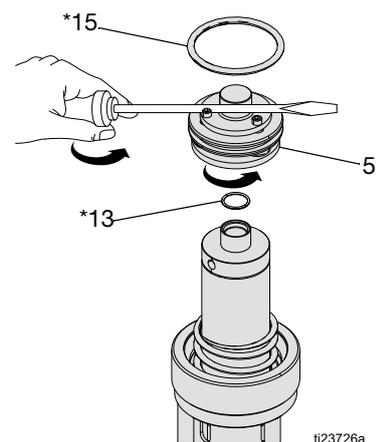

FIG. 12 : Vanne d'air de la série B
4. **Moteurs pneumatiques de série B (et ultérieurs) :** Dévissez la vanne d'air (5). Au besoin, introduisez la pointe d'un tournevis plat entre les têtes de vis et le bouchon hexagonal de la vanne d'air (5) pour mieux pouvoir tourner. Inspectez les joints toriques (13* et 15*) et remplacez-les si nécessaire. Vérifiez que le joint torique (13*) est positionné correctement et qu'il n'est pas pincé. Voir FIG. 12.
REMARQUE : Voir **Réparation du moteur pneumatique**, page 15, étape 4 et étape 5 (FIG. 12) pour des notes spéciales sur le remontage.